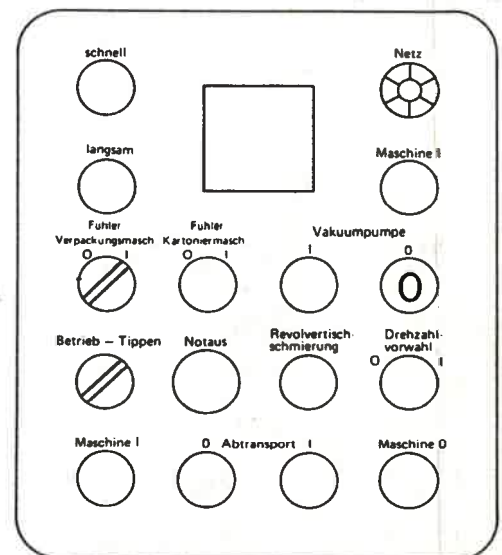

Bild 193
6. Vakuumpumpe durch Betätigung des Tasters „Vakuumpumpe 0“ ausschalten (Bild 193).